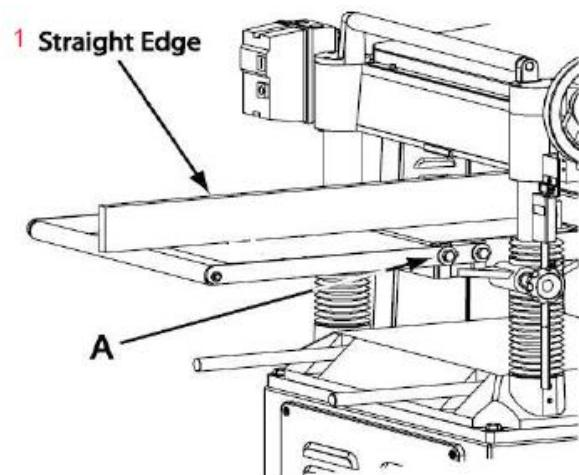

Рис. 15: 1 – поверочная линейка
1. Поставить поверочную линейку на выносной ролик и одновременно на стол, как показано на *Рис. 15*, для проверки того, что стол и ролик находятся на одной высоте. При необходимости отрегулировать выносные ролики стола следующим образом:
2. Ослабить винты с шайбами (*Рис. 15*, А) для перемещения ролика в требуемое положение, затем вновь затянуть винты.